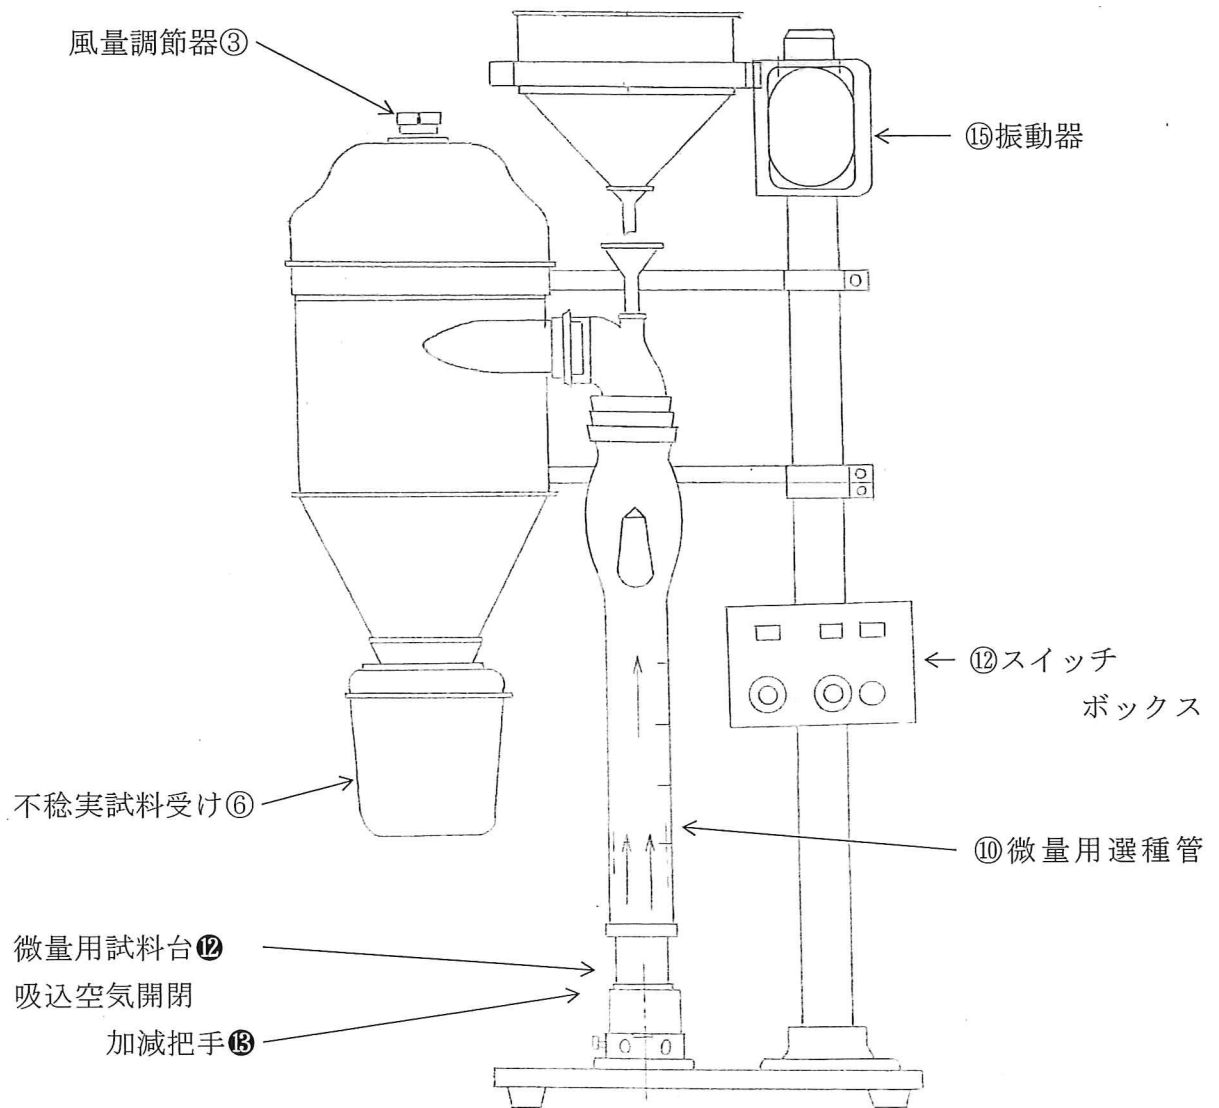

図5. 吹上重量風選法 (微量試料時)
- ② 試料が微量の場合：吹上重量風選法(図5御参照) …FV-459B型のみ
5.2.2 試料が微量の場合(図5、6御参照)
- (1) 電源コードのプラグをAC100Vコンセントに差し込みます。
- (2) 図5を御参照の上、スプリングで微量用選種管を取り付けます。
- (3) 篩いで前処理済みの試料を微量用試料台⑫の網目の上に入れます。シャッター⑭は全開にしておきます。
- (4) 図5、6を御参照の上、微量用試料台を微量用選種管の下に装着します。必要に応じ、締め付けハンドルを緩めてサイクロン部を上下して下さい。終了後、締め付けハンドルは支柱を滑り落ちない程度に締め付けて下さい。
- (5) 排風調整B③を目盛り約「0」、排風調整ツマミは目盛り約「2」にそれぞれ設定します。また空気吸入孔も吸込空気開閉加減把手⑮で閉じておきます。
- (6) 電源スイッチ、排風スイッチを押してONにします。
- (7) 排風調整ツマミを徐々に回して適切と思われる目盛り位置に設定後、排風調整B③および吸込空気開閉加減把手⑮を徐々に回して、試料が選種管内部で浮遊するように風量の微調整を行います。